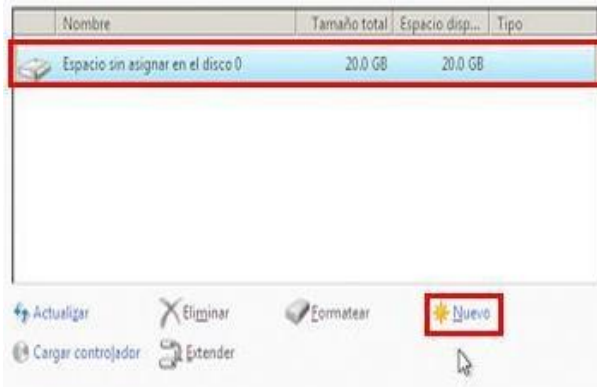

FIGURA 20 VENTANA DE CONFIGURACIÓN DE PARTICIONES
- Si seleccionas Personalizada, para realizar una instalación completamente limpia, haz clic en 'Nuevo' y separa en dos particiones la primaria (Unidad C), por motivos de seguridad (Figura 20).